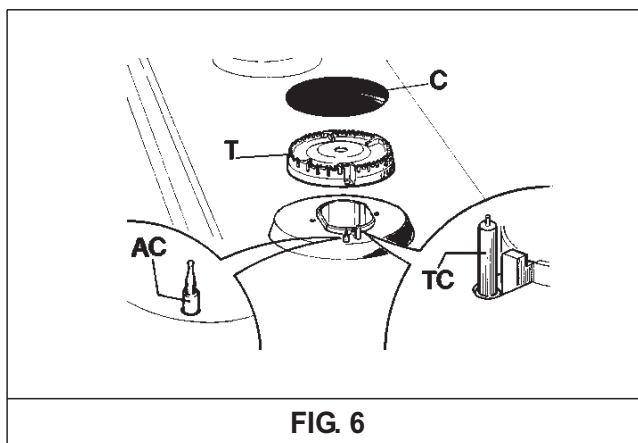

FIG. 6
Se si vuole mantenere la superficie del piano lucente, è molto importante lavarla dopo ogni utilizzo con acqua saponata tiepida, risciacquarla ed asciugarla. Allo stesso modo devono essere lavati le griglie smaltate, i coperchietti smaltati "C" e le teste bruciatori "T" (vedi fig. 6).
- *verificare che le fessurazioni delle teste bruciatori "T" (fig. 6) non siano otturate da corpi estranei.*
- *Assicurarsi che il coperchietto smaltato "C" (fig. 6) sia posizionato correttamente sulla testa bruciatore. Questa condizione può ritenersi soddisfatta quando il coperchietto posizionato sulla testa risulti perfettamente stabile.*